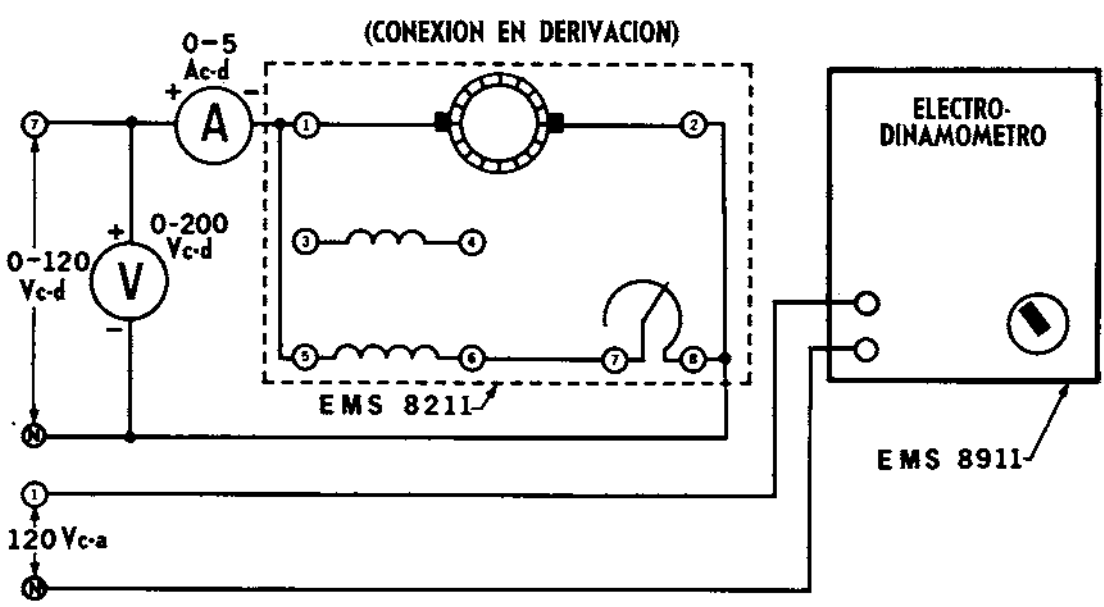

Figura 24-1
- 1. Construya el circuito ilustrado en la Figura 24-1, utilizando los Módulos EMS de fuente de energía, motor/generador de c-d, medición de c-d y electrodinamómetro.